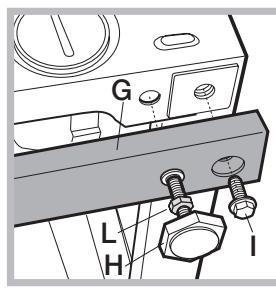

Fig. 11
les 2 traverses (G); les 4 pieds (H); les 4 vis (I); les 4 écrous (L) puis procédez comme suit (fig. 11): Poser la machine sur sa face arrière en veillant à ne pas endommager le tuyau d'évacuation et le cordon d'alimentation électrique. démontez les **4** pieds originaux, positionnez une traverse G dans la partie avant de la machine, fixez-la à l'aide des vis I (en les vissant dans les trous où étaient fixés les pieds originaux) puis montez les nouveaux pieds H.